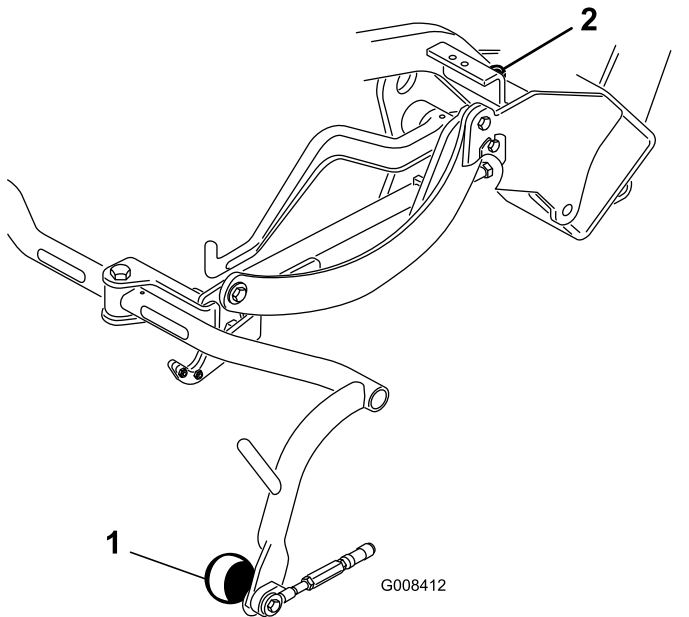

Рисунок 6
4. Если нужна регулировка зазора, ослабьте контргайку на упорном винте несущей рамы (Рисунок 6) и поворачивайте винт вверх или вниз для подъема или опускания несущей рамы. Затяните контргайку для фиксации выполненной регулировки.